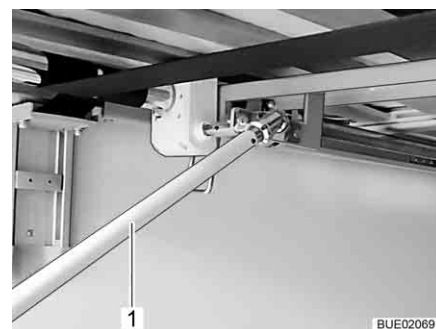

Bild 120 Vev i bakre lastutrymmet
- För att höja sängen: Vrid veven (Bild 120,1) medurs.
För att sänka sängen: Vrid veven (Bild 120,1) moturs.